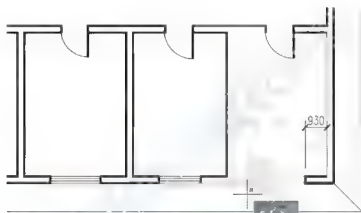

图 2.141 向左拉伸窗洞时选择对象的方法
(1) 首先,用【拉伸】命令使窗洞口左侧墙段向左缩短150mm。
① 关闭【轴线】图层。
② 单击【修改】工具栏上的【拉伸】图标 (快捷键S),启动【拉伸】命令。
③ 在**选择对象**提示下,用交叉选的方式选择图2.141所示的窗户左侧的墙线和窗线,按Enter键进入下一步命令。